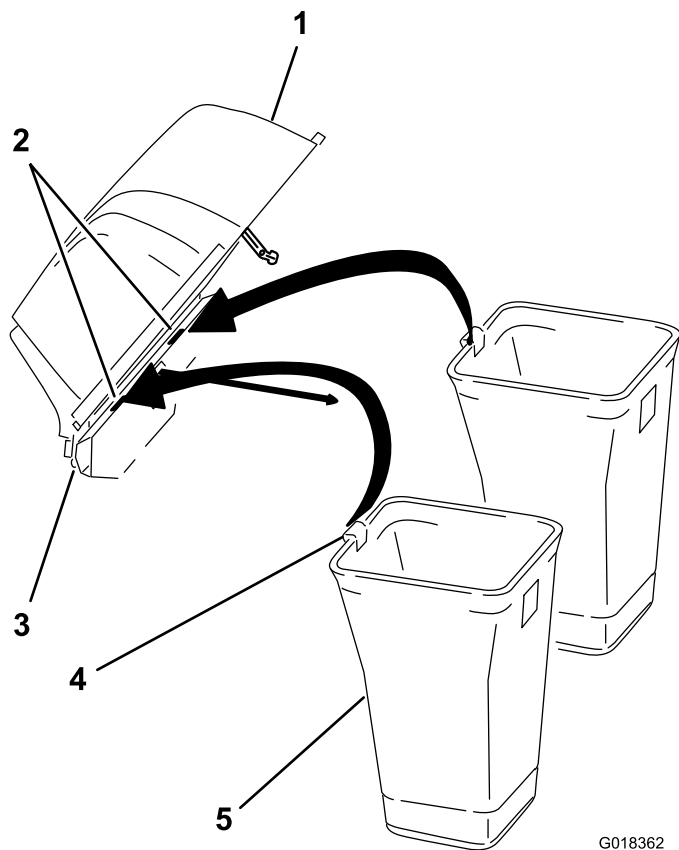

Bild 18
1. Heben Sie die Abdeckung an, um die gekerbten Grasfangkorbhalterungen am Stützrahmen des Füllkastens freizulegen, wie in Bild 18 dargestellt.
2. Fluchten Sie die Befestigungslasche des Grasfangkorbs mit der gekerbten Grasfangkorbhalterung aus (Bild 18).
3. Senken Sie den Grasfangkorb ab, bis die Grasfangkorbnase fest in der gekerbten Halterung sitzt (Bild 18).
4. Wiederholen Sie die Schritte 1 bis 2 für den anderen Grasfangkorb (Bild 18).
5. Senken Sie die Abdeckung des Heckfangsystems auf die Körbe ab (Bild 18).